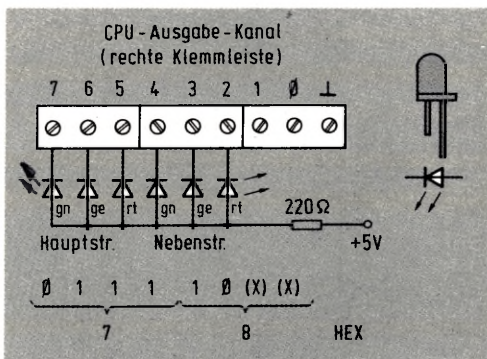

Bild 4: Verdrahtung des Ausgangskanals für eine Ampel-Demonstration.
Angenommen, sechs Bits des CPU-Ausgabe-Kanals sollen dazu dienen, eine Ampel anzusteuern; Sie können das recht plastisch demonstrieren, wenn Sie je zwei rote, gelbe und grüne Leuchtdioden verdrahten, wie es **Bild 4** zeigt (hundertprozentig, aber etwas aufwendiger wird die Sache, wenn jede LED ihren eigenen Vorwiderstand von 470 Ω erhält). Um eine der LEDs einzuschalten, muß das zugehörige Ausgangsbit auf LOW sein. Der Strom fließt dann von Plus über den Vorwiderstand, die LED und den leitenden Ausgangstransistor nach Masse; ist ein Ausgangsbit HIGH, bleibt die betreffende Leuchtdiode dunkel. Um, wie im Beispiel gezeichnet, die Bits 2 und 7 auf LOW zu setzen, müssen Sie die hexadezimale Information „78“ in den Ausgabe-Kanal bringen (**Bild 5**). Neu in diesem Programm ist der HALT-Befehl HLT (76), der den Prozessor stoppt, bis ihn jemand über die RESET-Taste aus seinem Dornröschenschlaf erlöst. Hier soll er auch stoppen, nachdem er die Bits wie gewünscht ge-